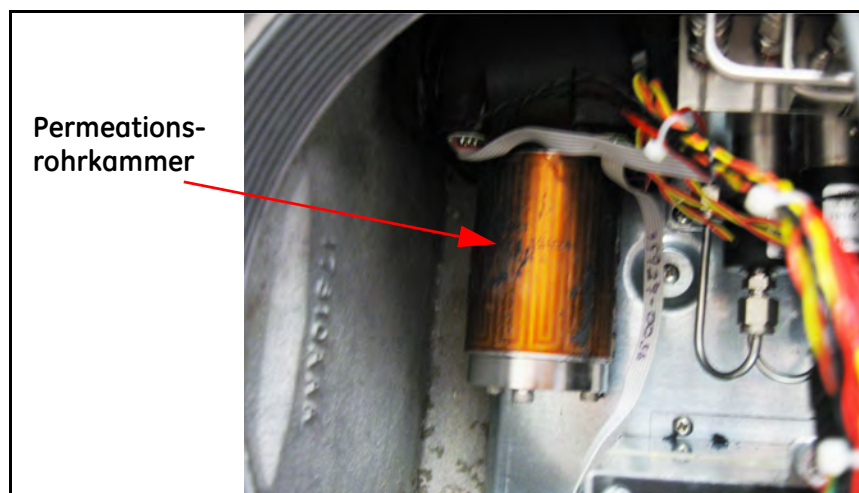

Abbildung 81: Entfernung der Isolation
5. Halten Sie mit einer Hand den Vorheiz-Verteiler fest und entfernen Sie mit der anderen Hand vorsichtig die Isolierung entlang der Kammer des Permeationsrohrs (Abbildung 81).